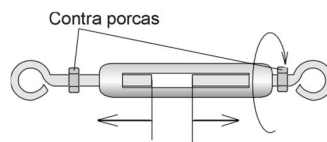

Fig. 6 – abrir esticador
- 6.2 Abrir os esticadores (fig. 6), girando o corpo central e mantendo as alças fixas. Esta abertura permitirá o ajuste fino de tensão no cabo. Deve-se abrir o esticador até a metade de sua abertura.